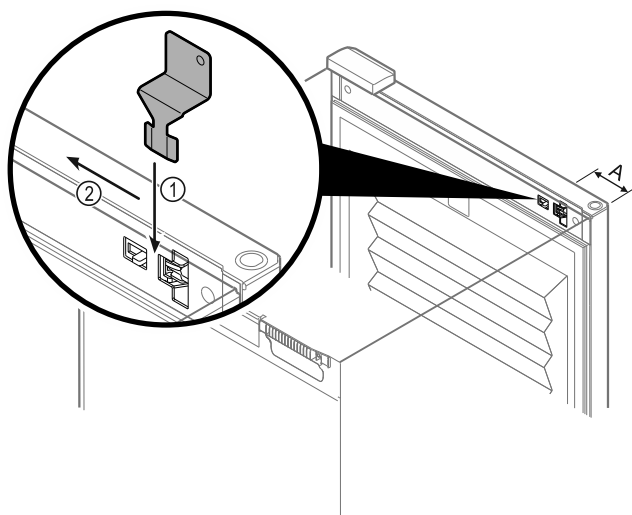

Fig. 106
- Posizionare la chiave di sblocco di emergenza nel punto specificato Fig. 106 (A)  $\approx$  100 mm.
- Inserire la chiave di sblocco di emergenza tra la porta e il corpo dell'apparecchiatura dall'alto fino all'arresto Fig. 106 (1).
- Tirare la chiave di sblocco di emergenza verso il lato della cerniera Fig. 106 (2).